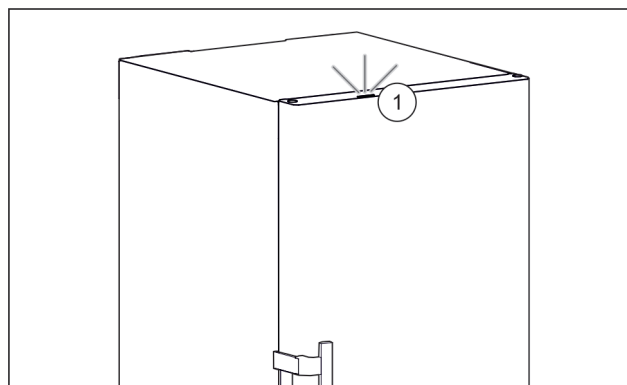

Fig. 89 Aktives Statuslicht bei geschlossener Tür
- ▶ Statuslicht Fig. 89 (1) ist aktiviert.